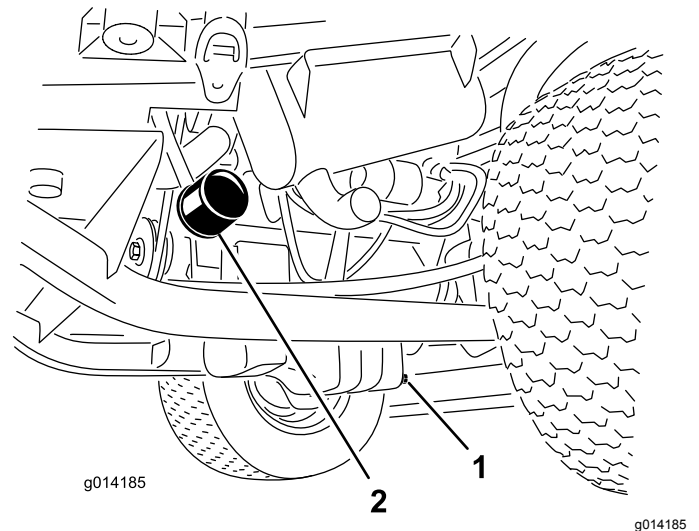

Figure 36
- Déposez le filtre à huile (Figure 36).
- Retirez le bouchon de vidange (Figure 36) et laissez couler l'huile dans un bac de vidange.